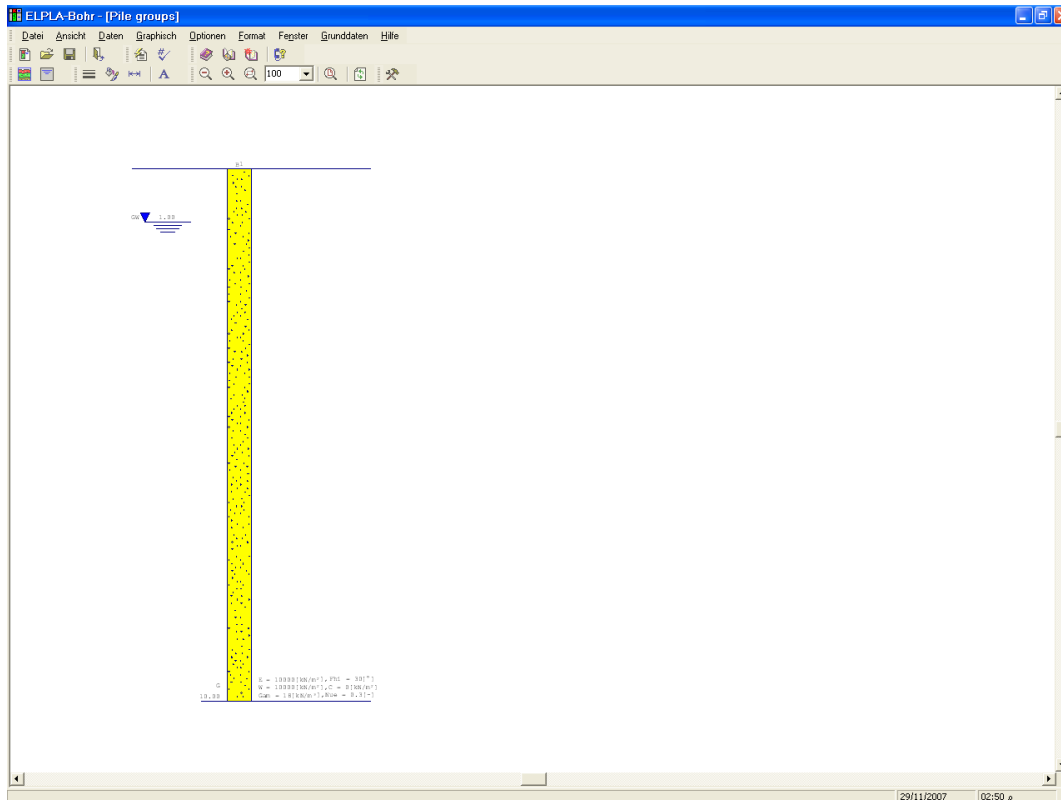
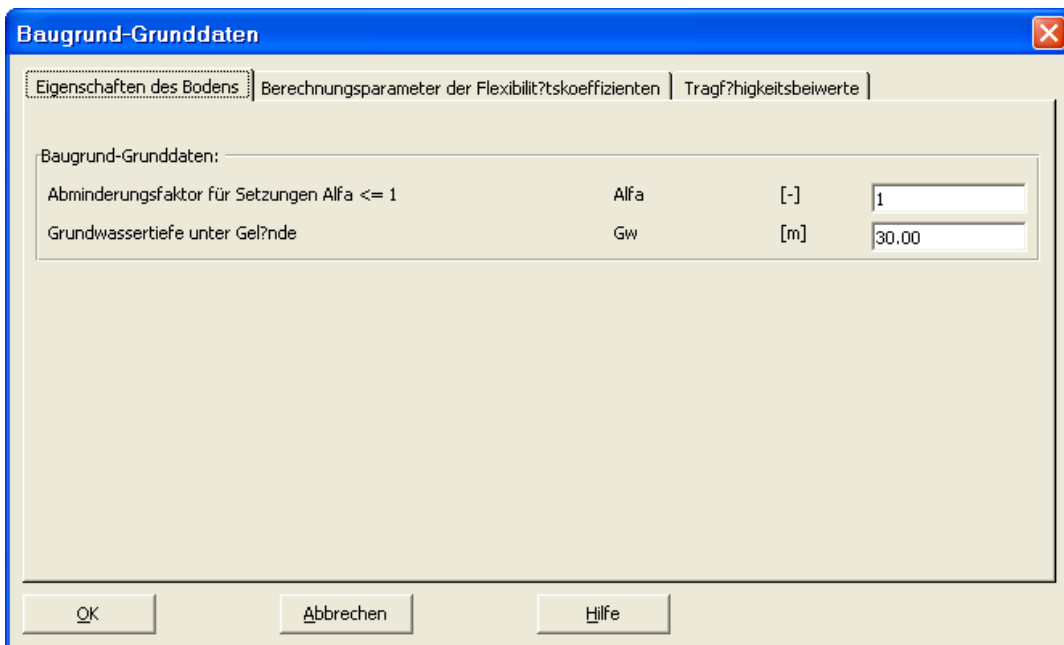

Bild 11-22 Unterprogramm *ELPLA-Bohr* mit einem Standardbohrprofil
Bild 11-28 Dialogfeld "Baugrund-Grunddaten"
- Wählen Sie "Baugrunddaten" aus dem "Daten"-Menü des *ELPLA-Daten*-Fensters. Das folgende Unterprogramm im Bild 11-22 erscheint mit einem Standardbohrprofil
- Wählen Sie den Befehl "Baugrund-Grunddaten" aus dem "Daten"-Menü im Bild 11-22. Das folgende Dialogfeld im Bild 11-28 erscheint
- In diesem Dialogfeld geben Sie den Abminderungsfaktor für die Setzung α [-] und die Grundwassertiefe unter Gelände G_w [m] ein, wie im Bild 11-28 gezeigt
- Klicken Sie auf "OK" im Dialogfeld "Baugrund-Grunddaten" von Bild 11-28